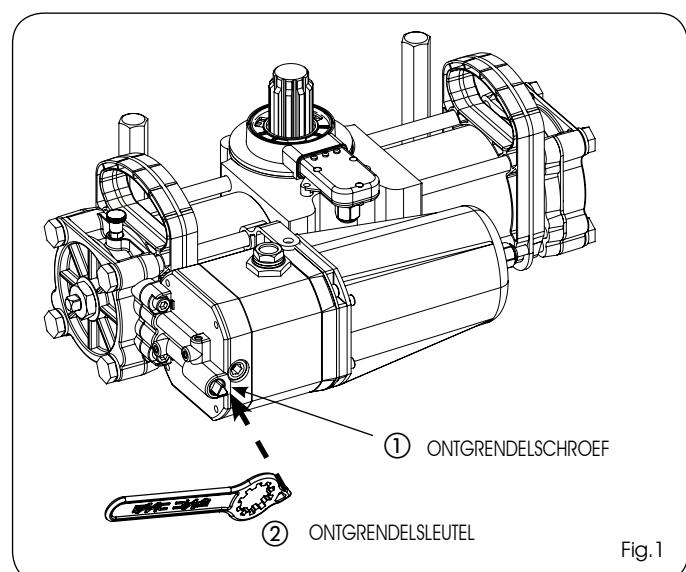

Fig.1
- 2) Draai aan de ontgrendelschroef (Fig.1 ref.①) met de bijgeleverde driekantsleutel (Fig.1 ref.②):